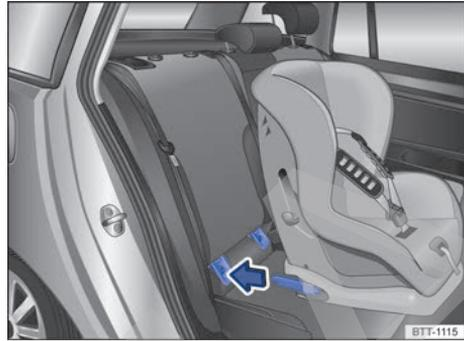

Fig. 99 Representación esquemática: montaje de un asiento para niños ISOFIX con conectores.
- Introduzca los conectores del asiento para niños en los anclajes ISOFIX en el sentido de la flecha → fig. 99. El asiento para niños deberá encastrar de forma segura y audible.